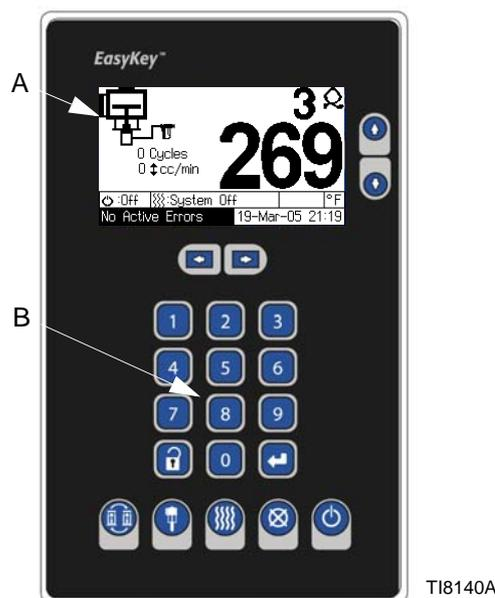

FIG. 7: EasyKey - Display e tastierino
Il Display EasyKey è una semplice interfaccia utente che consiste di un display LCD (A) e di un tastierino (B). Vedere FIG. 7.